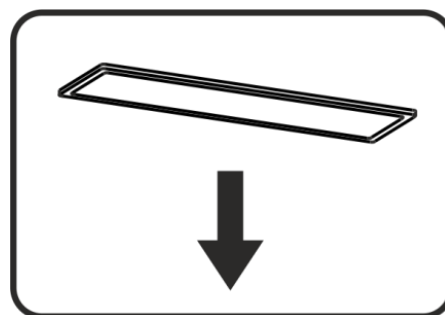

Рис.7
**8.8** На витяжці встановлено **LED** лампу підсвітки робочої зони плити. Перед початком заміни ламп освітлення необхідно відключити витяжку від електромережі, дати можливість охолонути лампі. Для заміни лампи необхідно зняти алюмінієві фільтри, відтиснути тримач патрона так, щоб лампа вийшла з корпусу витяжки. Замість неї необхідно встановити нову з тими ж характеристиками і встановити фільтри (рис.7).